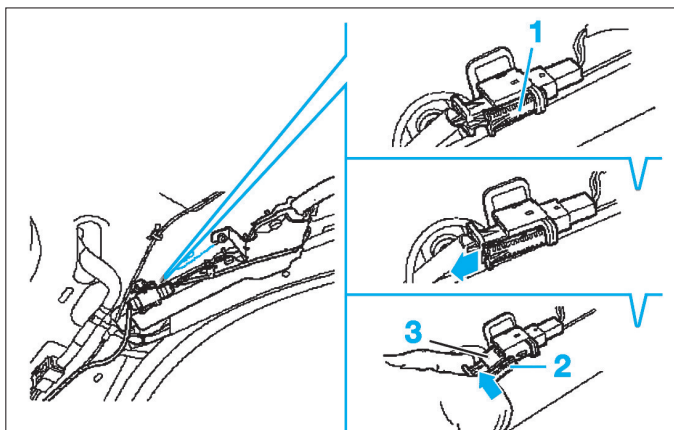

FIG. 5
- Déverrouiller (1) et Débrancher (2) et (3) le connecteur du module d'airbag rideau (Fig.5).